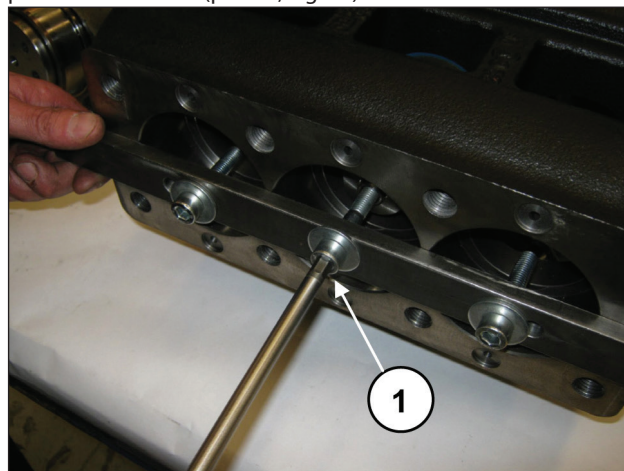
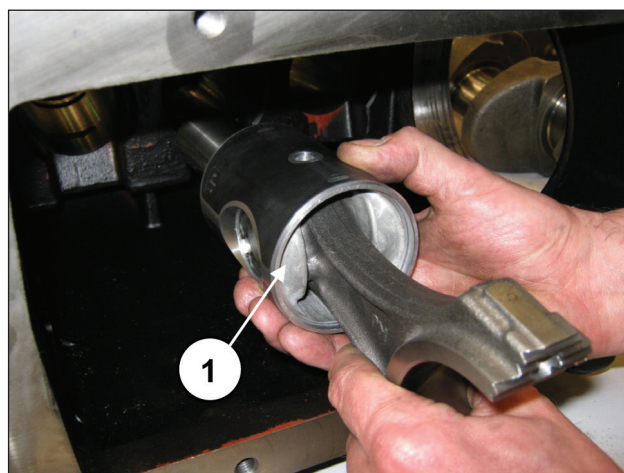

Fig. 32
Fig. 33
En aquellos casos en los que sea necesario sustituir una o más bielas, o guías del pistón, actuar del siguiente modo: Aflojar los tornillos de la herramienta cód. 27566200 para desbloquear las bielas (pos. ①, Fig. 32) y, a continuación, extraer los grupos biela-guía del pistón por la abertura posterior del cárter (pos. ①, Fig. 33).
Desmontar la herramienta que bloquea las bielas cód. 27566200, (pos. ①, Fig. 32).